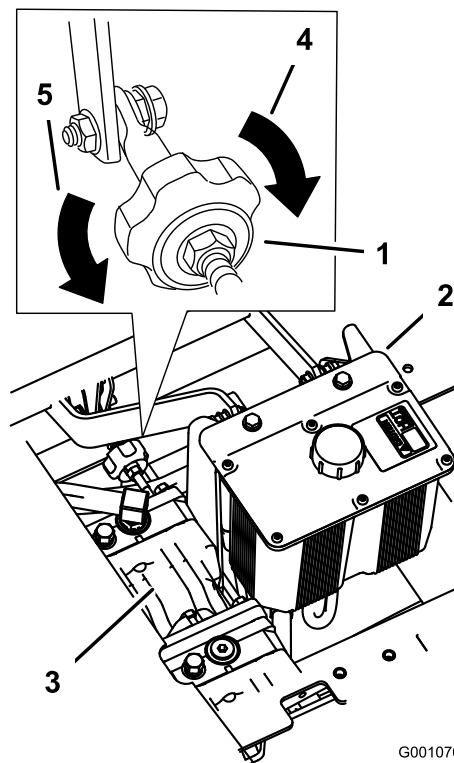

Figure 54
4. Pour que la machine tire à droite, tournez le bouton vers la droite de la machine (voir Figure 54).
5. Pour que la machine tire à gauche, tournez le bouton vers la gauche de la machine (voir Figure 54).